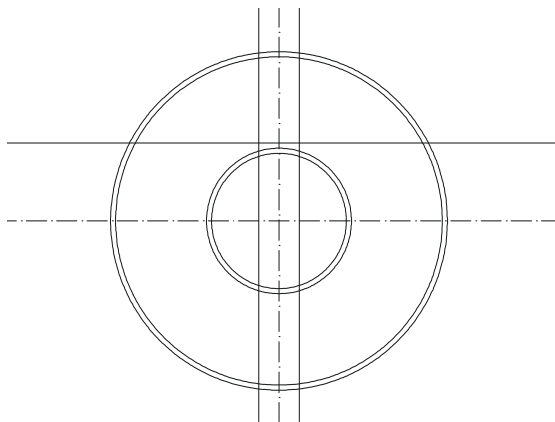

图 4-4-3
STEP 01 使用 XLINE 命令绘制 3 条辅助线，如图 4-4-3 所示。其具体操作如下：